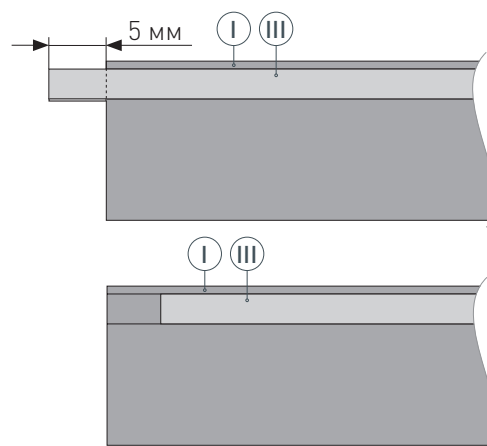

Рис. 3. Резка экрана (III) на профиль (I), вид сверху
- 3 / Обрежьте экран (III) на 5 мм с каждой стороны для последующей установки заглушки. **ВНИМАНИЕ! Чтобы обеспечить чистый и ровный рез экрана без повреждений, рекомендуется использовать при нарезке кусачки.** Установите экран (III) на профиль (I), как показано на рис. 3.